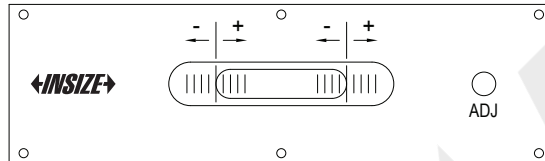

Fig.1
- a) Deslize (não coloque) o nível em uma superfície limpa, plana e lisa. O lado "-" fica à esquerda e o lado "+" fica à direita (Fig.1).